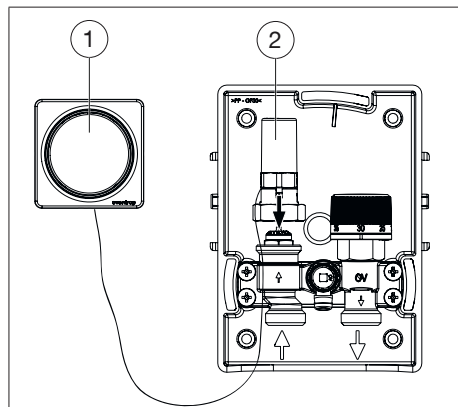

Fig. 10: Montage du thermostat avec commande à distance
3. Vissez le piston de commande (voir Fig. 10, page 58 (2)) sur le robinet. Insérer le tuyau capillaire par le bas.
| Fig. 10: Montage du thermostat avec commande à distance .....                                                    | 58 |